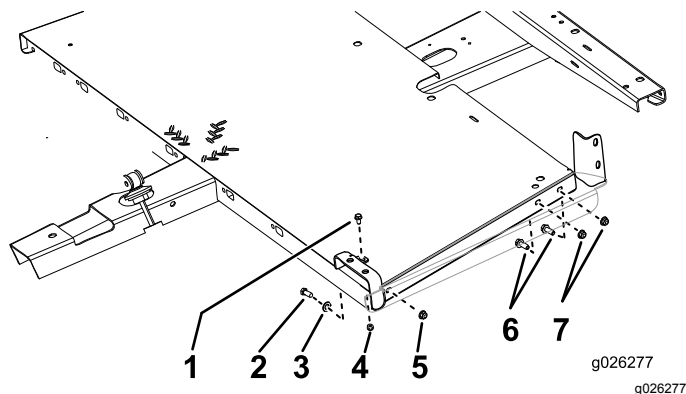

図 4
1. 図 4 に示すように、フレームにフロアパネルを固定します。